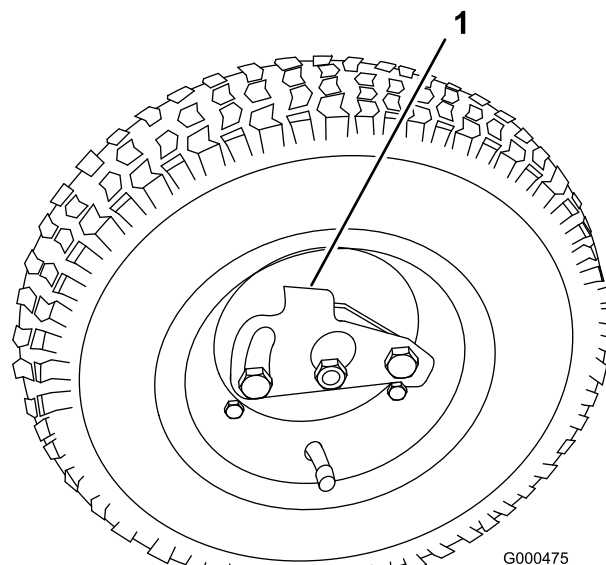

Figura 18
2. Empurre o dispositivo de bloqueio da roda para o centro da roda e deslize a roda na direção do eixo hexagonal (Figura 18).